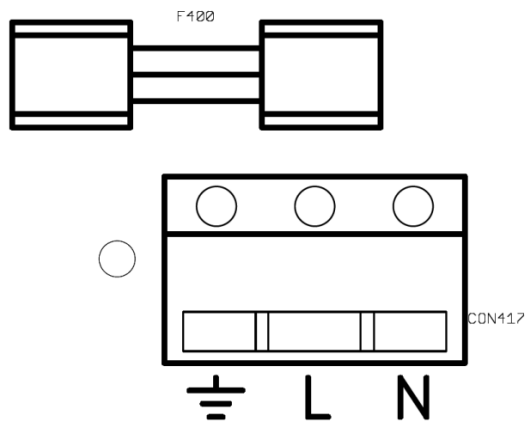

Figura 2 Terminal de entrada de la red eléctrica
2. Retire la tapa gris que hay en el panel frontal del cargador para acceder al conector de la entrada CA, véase la Figura 2.